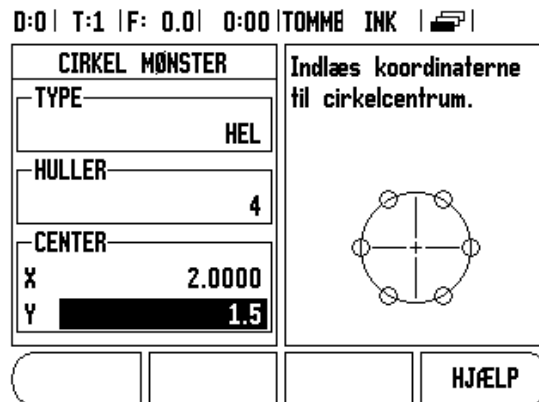
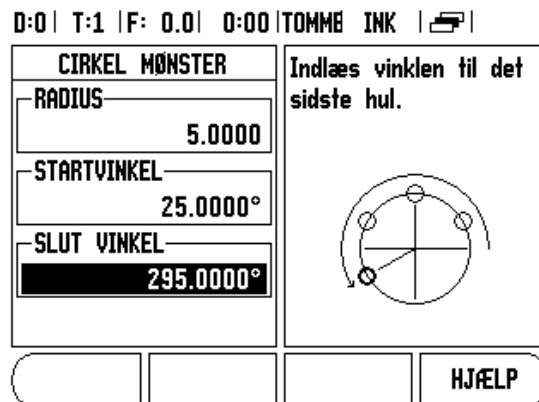

Fig. I.18 Start på cirkel-mønster billedet
Fig. I.19 Side 2 af cirkel mønster billedet
**Eksempel: Indlæs data og lav et cirkel mønster. Se Fig. I.18 & Fig. I.19.**